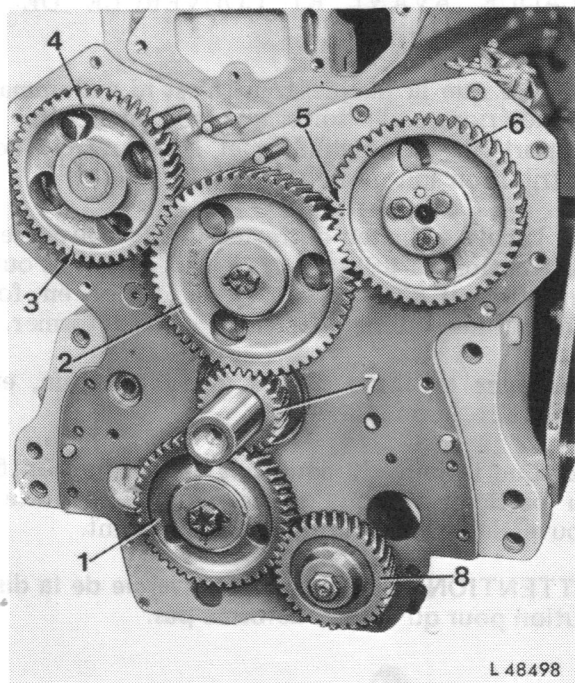

Fig. 1 — Distribution - Couvercle enlevé
La distribution composée de pignons à denture hélicoïdale comporte les pignons suivants: le pignon du vilebrequin (7) - fig. 1 — entraînant la distribution, le pignon intermédiaire supérieur (2) entraînant le pignon de l'arbre à cames (4) et le pignon de l'arbre de la pompe d'injection (6) et le pignon intermédiaire inférieur (1) qui entraîne le pignon de l'arbre de la pompe à huile.